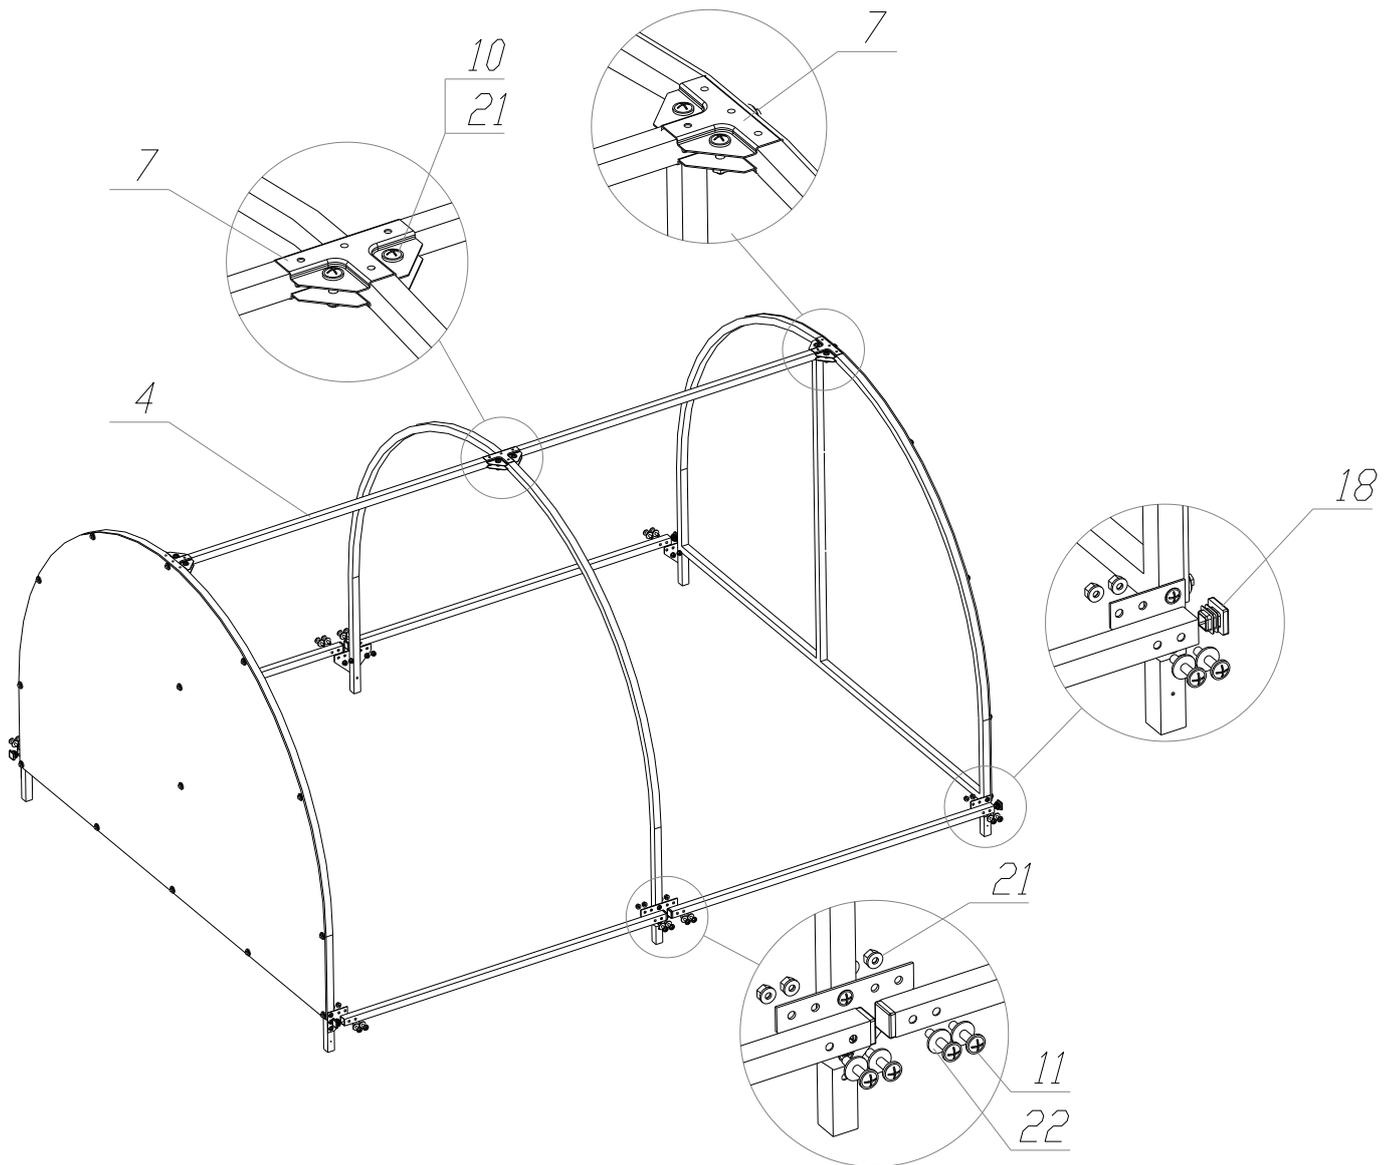

Рис. 5.1
5.1. Соберите каркас, как показано на рис. 5.1. Обратите внимание, что для соединения дистанционных планок поз. 4 в верхней части каркаса используются крепежные элементы типа «краб» поз. 7. В торцы дистанционных планок, расположенных внизу каркаса, предварительно вставьте пластиковые заглушки поз. 18.